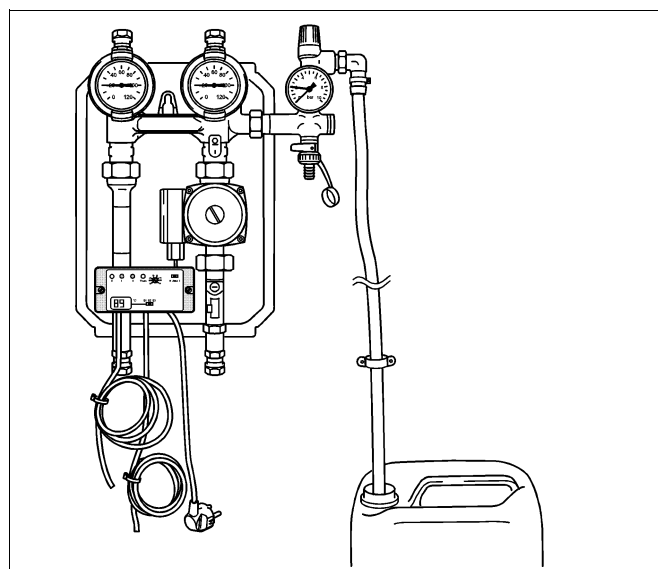

Fig. 11 Collegamento del set idraulico Logasol KS 01... R
- 1 Collegare le tubazioni del collettore e delle utenze (accumulatori) agli avvitamenti ad anello bloccante (fig. 11, **pos. 1 – 4**). Tenere bloccate le parti in maniera da evitarne la torsione.
- 1 Infilare poi la gomma di sfogo della valvola di sicurezza nella tanica svuotata del fluido solare (fig. 11, **pos. 6**), la gomma di sfogo deve essere fissata con staffe, a cura del committente (fig. 11, **pos. 5**).